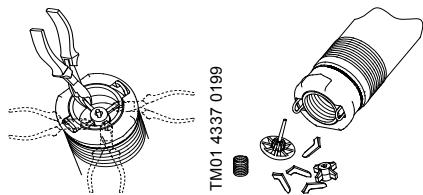

Abb. 7
1. Die Beine der Ventilführung mit einer Kombizange oder einem ähnlichen Werkzeug abschneiden, siehe Abb. 7.